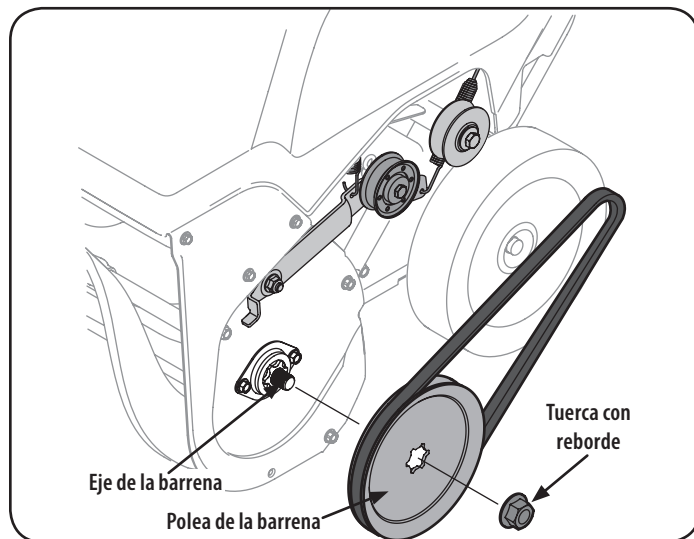

Figura 4
- Extraiga la tuerca de brida que sujeta la polea de la barrena al eje de la barrena. Vea la Figura 4.